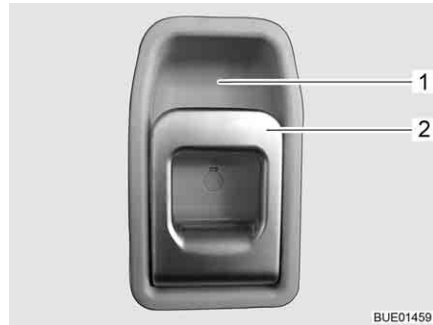

Fig. 38 Serrure de la porte cellule, à l'intérieur
- Tirer sur la poignée (Fig. 38,2). La serrure de la porte est déverrouillée.
- Appuyer sur la poignée (Fig. 38,2) en haut en direction de l'évidement (Fig. 38,1) dans lequel elle repose.